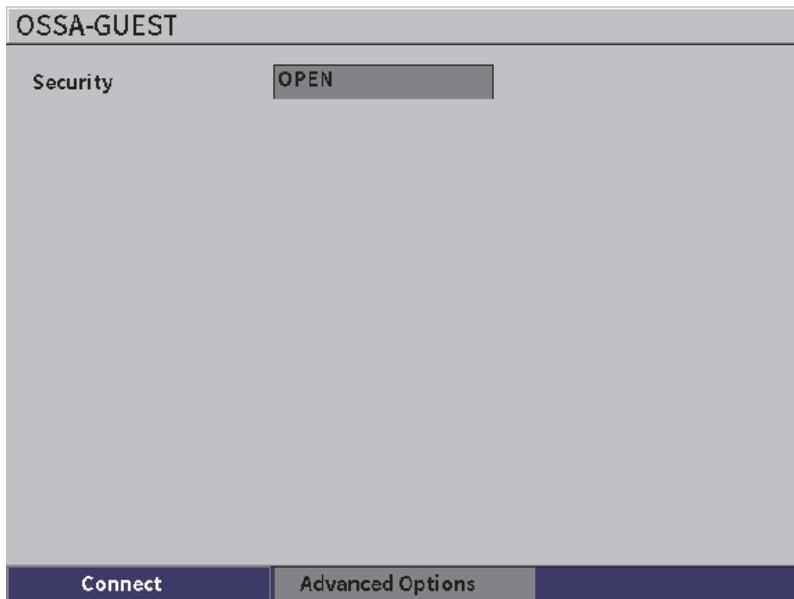

図 10-3 Wi-Fi 非セキュアログオンページ
- b) 選択したネットワークでパスワードが必要でない場合は、Enter キーを押して接続してください (170 ページの図 10-3 参照)。